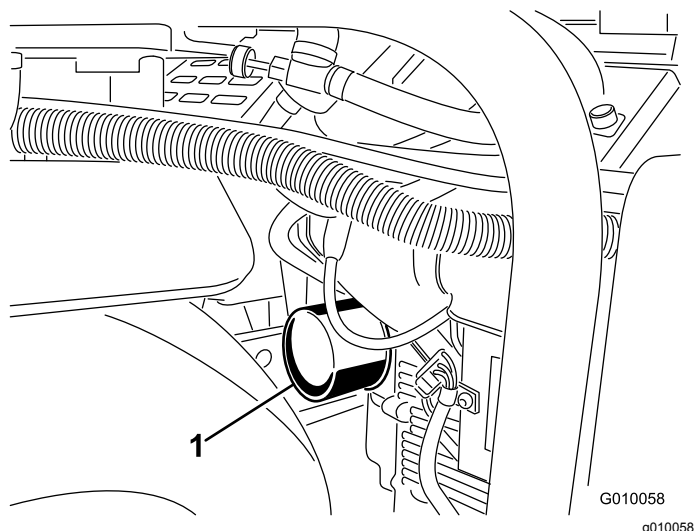
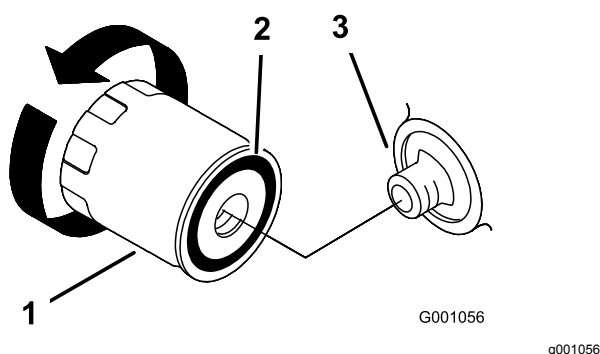

Bild 46
Bild 47
5. Stellen Sie eine flache Auffangwanne oder legen Sie einen Lappen unter den Filter, um auslaufendes Öl aufzufangen (**Bild 46**).
6. Entfernen Sie den Altfilter (**Bild 46** und **Bild 47**) und wischen Sie die Dichtfläche am Anbaustutzen ab.